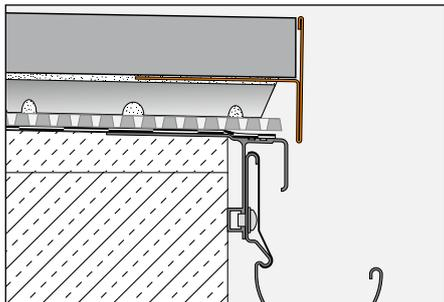

Fig. 3
3.3 Lors de l'utilisation des disques de coffrage Schlüter®-TROBA-STELZ-MR (fig. 3), le profilé Schlüter®-BARA-RT est posé sur les plots de mortier. Le profilé de rive masque le chant du revêtement et les disques. Les dalles autoporteuses sont ensuite posées sur l'aile de fixation.